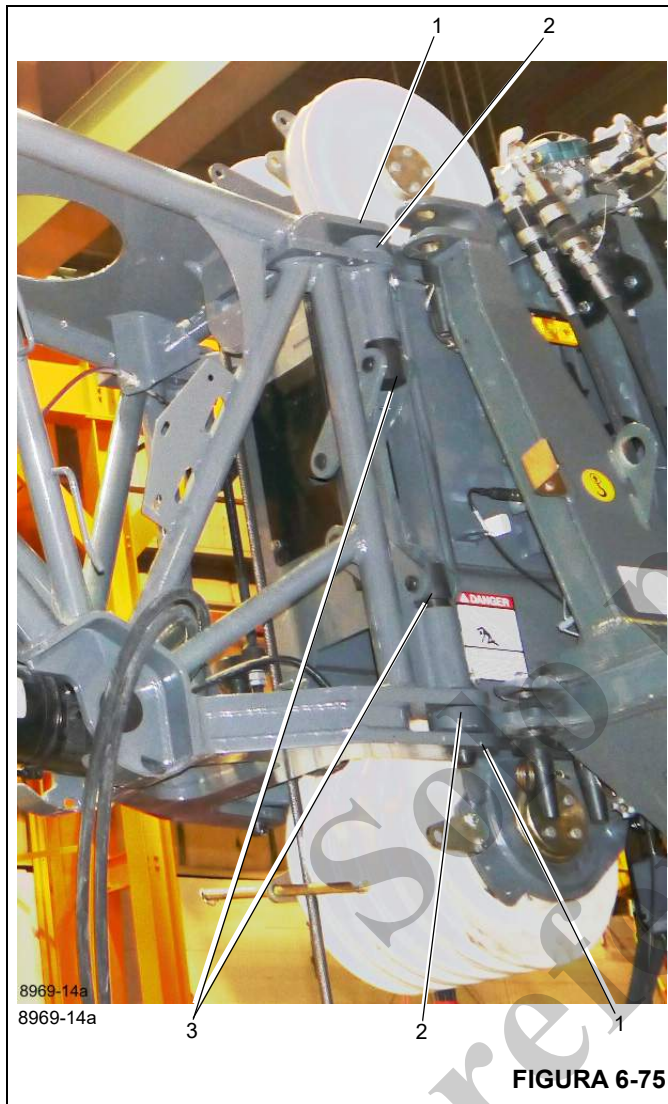

FIGURA 6-75
6. Alinee los accesorios de anclaje de la extensión (1), (Figura 6-75), con los accesorios de la fijación de la punta de la pluma (2), (Figura 6-75).
7. Instale los pasadores en ambos lados de la punta de la pluma (3), (Figura 6-75), a través de los adaptadores usando un destornillador de golpe y girando el tornillo separador en sentido contrahorario.